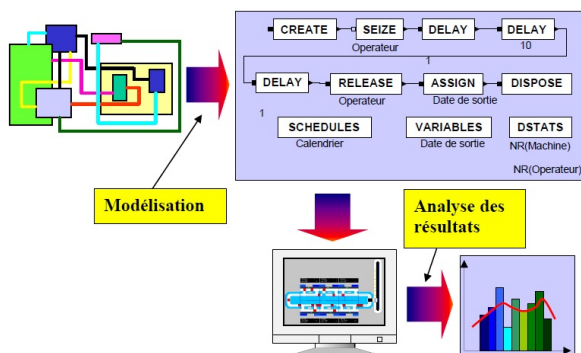

FIGURE 1 – Processus de simulation
- Faire une analyse et interprétation des résultats obtenus par la simulation pour prendre des décisions relatives au système. Un processus de simulation peut être représenté par le schéma de la figure 1